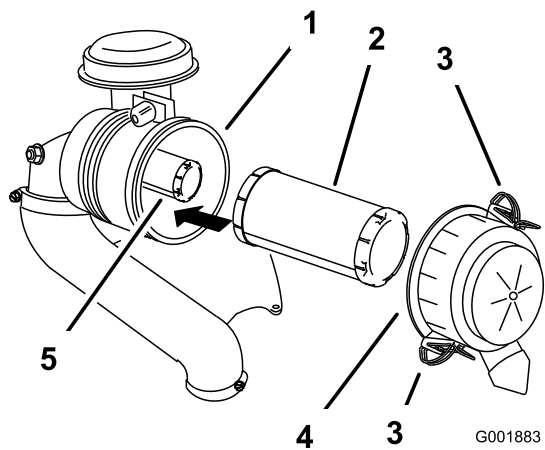

Figura 44
3. Abra los cierres del limpiador de aire y tire de la tapa de la entrada de aire para separarla del cuerpo del limpiador de aire (Figura 44).
5. Extraiga con cuidado el filtro primario de la carcasa del limpiador de aire (Figura 44).
2. Si va a cambiar el filtro interior, deslícelo cuidadosamente en el cuerpo del filtro (Figura 44).
3. Deslice cuidadosamente el filtro primario por encima del filtro de seguridad (Figura 44).
4. Instale la tapa del limpiador de aire y fije los cierres (Figura 44).